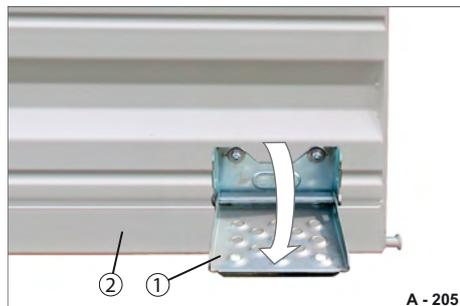

Abb. 216 Klappritt, aufgeklappt
- ▶ Entriegeln und klappen Sie die Heck-Bordwand (Abb. 216/2) herunter.
- ▶ Ziehen Sie die Trittstufe (Abb. 216/1) nach oben und klappen Sie diese herunter.